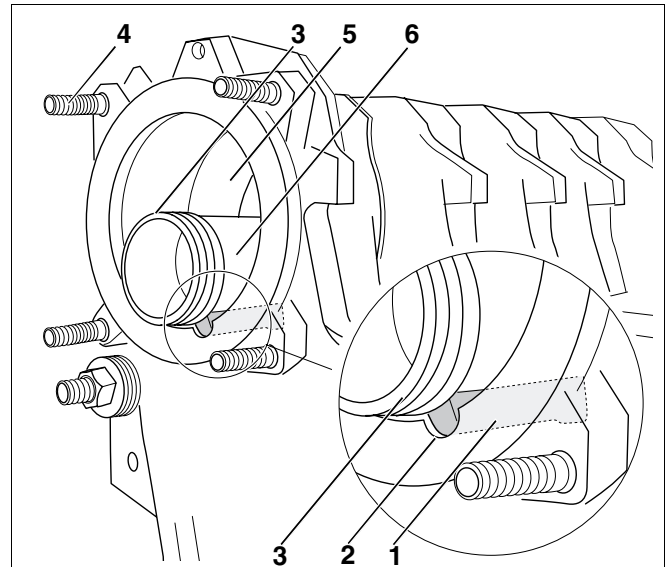
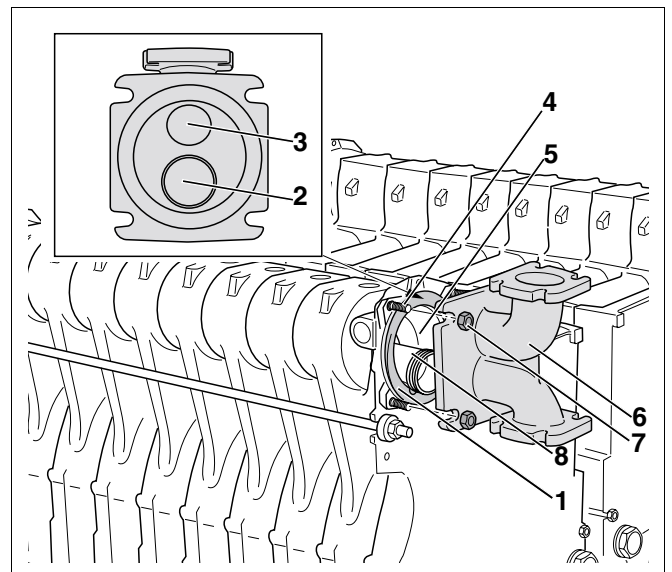

Fig. 26 Poziția piesei de racord la conducta de alimentare
Fig. 27 Montarea elementului de racord
Verificați dacă camele (fig. 26, **poz. 1**) piesei de racord a conductei de alimentare, sunt poziționate corect (fig. 26, **poz. 2**) în canelura butucului superior al (fig. 26, **poz. 5**) cazanului.
- Suprafețele exterioare ale inelului de etanșare a conductei de alimentare (fig. 26, **poz. 3**) se vopsesc cu adeziv.
- Aveți în vedere că la montajul piesei de racord (fig. 27, **poz. 6**), deschiderea mare (Retur; fig. 27, **poz. 2**) se află în partea inferioară iar deschiderea mică (Tur; fig. 27, **poz. 3**) se află în partea superioară.
Dacă nu puteți amplasa piesa de racord (fig. 27, **poz. 6**) la conducta de alimentare (fig. 27, **poz. 8**) și nu o puteți prinde de prezoane (fig. 27, **poz. 4**) atunci poziția conductei de alimentare (fig. 27, **poz. 8**) în butucul superior al cazanului (fig. 27, **poz. 5**) nu este corectă. Trebuie să scoateți conducta de alimentare (fig. 27, **poz. 8**) și să corectați poziția ei în butucul superior al cazanului (fig. 27, **poz. 5**).
- Garnitura plată (fig. 27, **poz. 1**) se vopsește cu adeziv.
- Montați piesa de racord (fig. 27, **poz. 6**) cu piulițele și șaibele corespunzătoare (fig. 27, **poz. 7**) precum și cu garnitura plată (fig. 27, **poz. 1**) la prezoanele de la (fig. 27, **poz. 4**) butucul superior al cazanului (fig. 27, **poz. 5**) (vezi fig. 26).